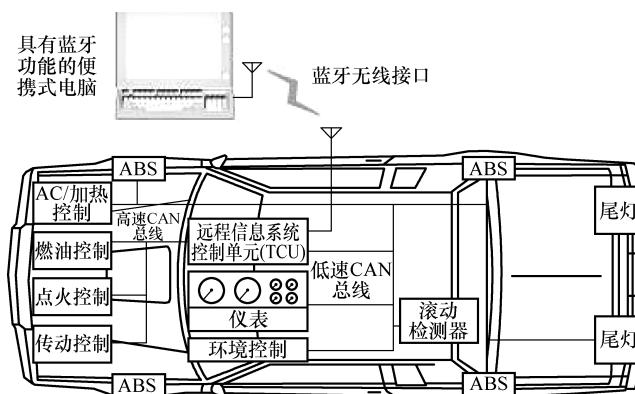

图 1-49 远程诊断系统的结构
(1) 定义 远程诊断技术就是将汽车的控制单元通过短程无线通信技术与便携式电脑相连，实现远程服务维修。
(2) 工作过程 如图 1-49 所示，远程诊断主要通过具有蓝牙功能的便携式电脑上的网络浏览器来访问远程信息控制系统 (TCU)，当技术人员无论处在车内或车外的任何位置，都可以监控和操作汽车的传感器及控制单元。